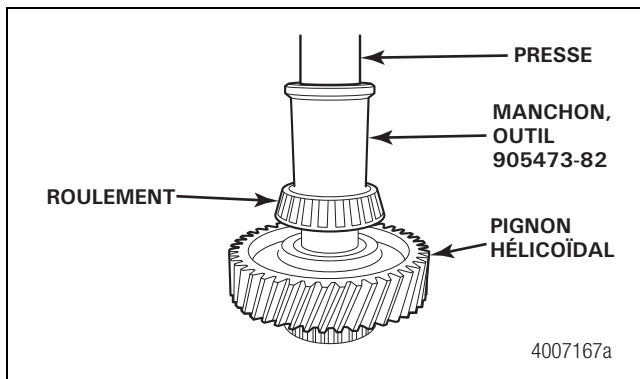

Figure 6.11
4. Utiliser une presse et un manchon pour enfoncer et loger complètement le roulement sur l'arbre de sortie, en butée contre le pignon hélicoïdal. Se reporter à l'outil n° 905473-82 dans la Section 13. Utiliser une cale d'épaisseur de 0,002 po pour vérifier si le roulement est correctement logé contre le pignon. Figure 6.11.